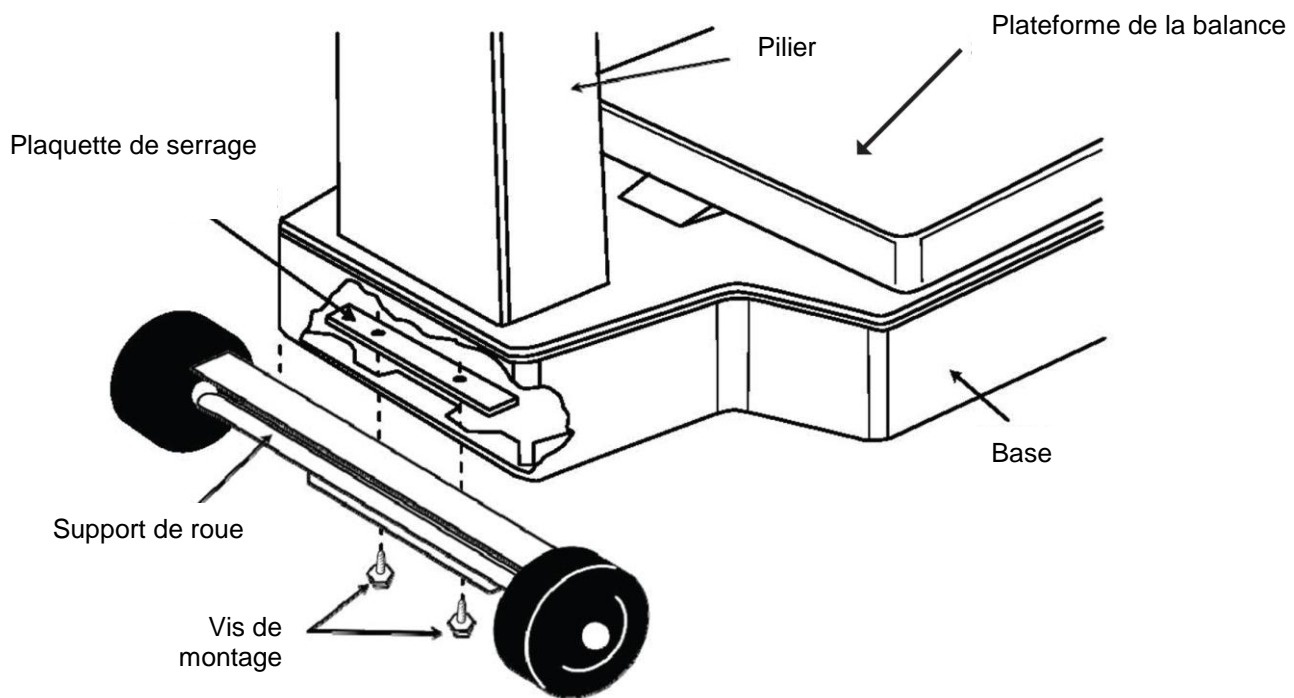

Figure 8
1. Retirez les vis de montage fixant la plaquette de serrage sur le support de roue. (voir la figure 8 à la page 11)